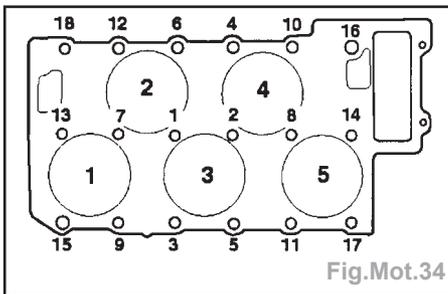

Fig.Mot.34
- Contrôler la position des douilles de centrage dans les trous 15 et 16 (Fig.Mot.34).
- Serrer les vis de culasse dans l'ordre indiqué et au couple : 3,0 + 5,0 + 90° + 90° (Fig.Mot.34).